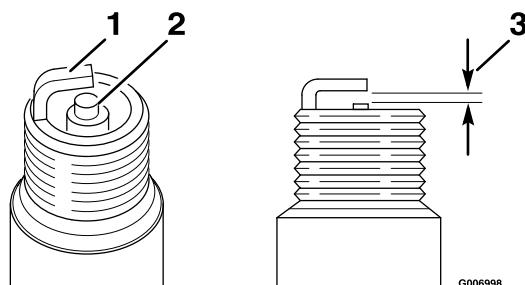

Figura 22
5. Ajuste la distancia entre los electrodos a 0.6–0.7 mm (0.024–0.028 pulgadas); consulte Figura 22.